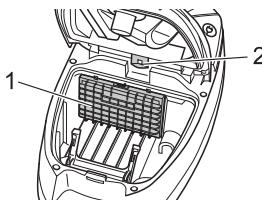

Abb. 20
- **Motorschutzfilter (Abb. 20/1)** verhindert bei defektem Staubfilterbeutel, dass größere Partikel den Motor zerstören.
- **Hygiene-Ausblasfilter (Abb. 20/2)** filtert feinste Partikel aus der ausgeblasenen Luft.